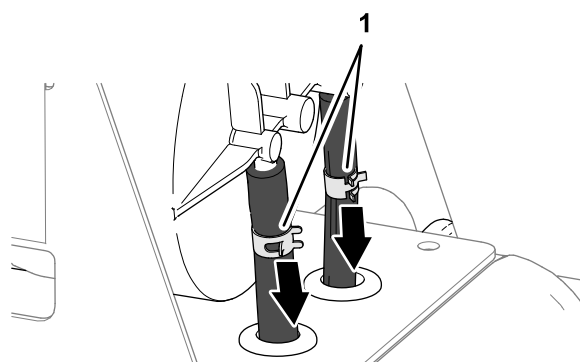

図 81
3. カーボンキャニスタのフィッティングにホースを固定しているホースクランプ2個をゆるめる 図 81。